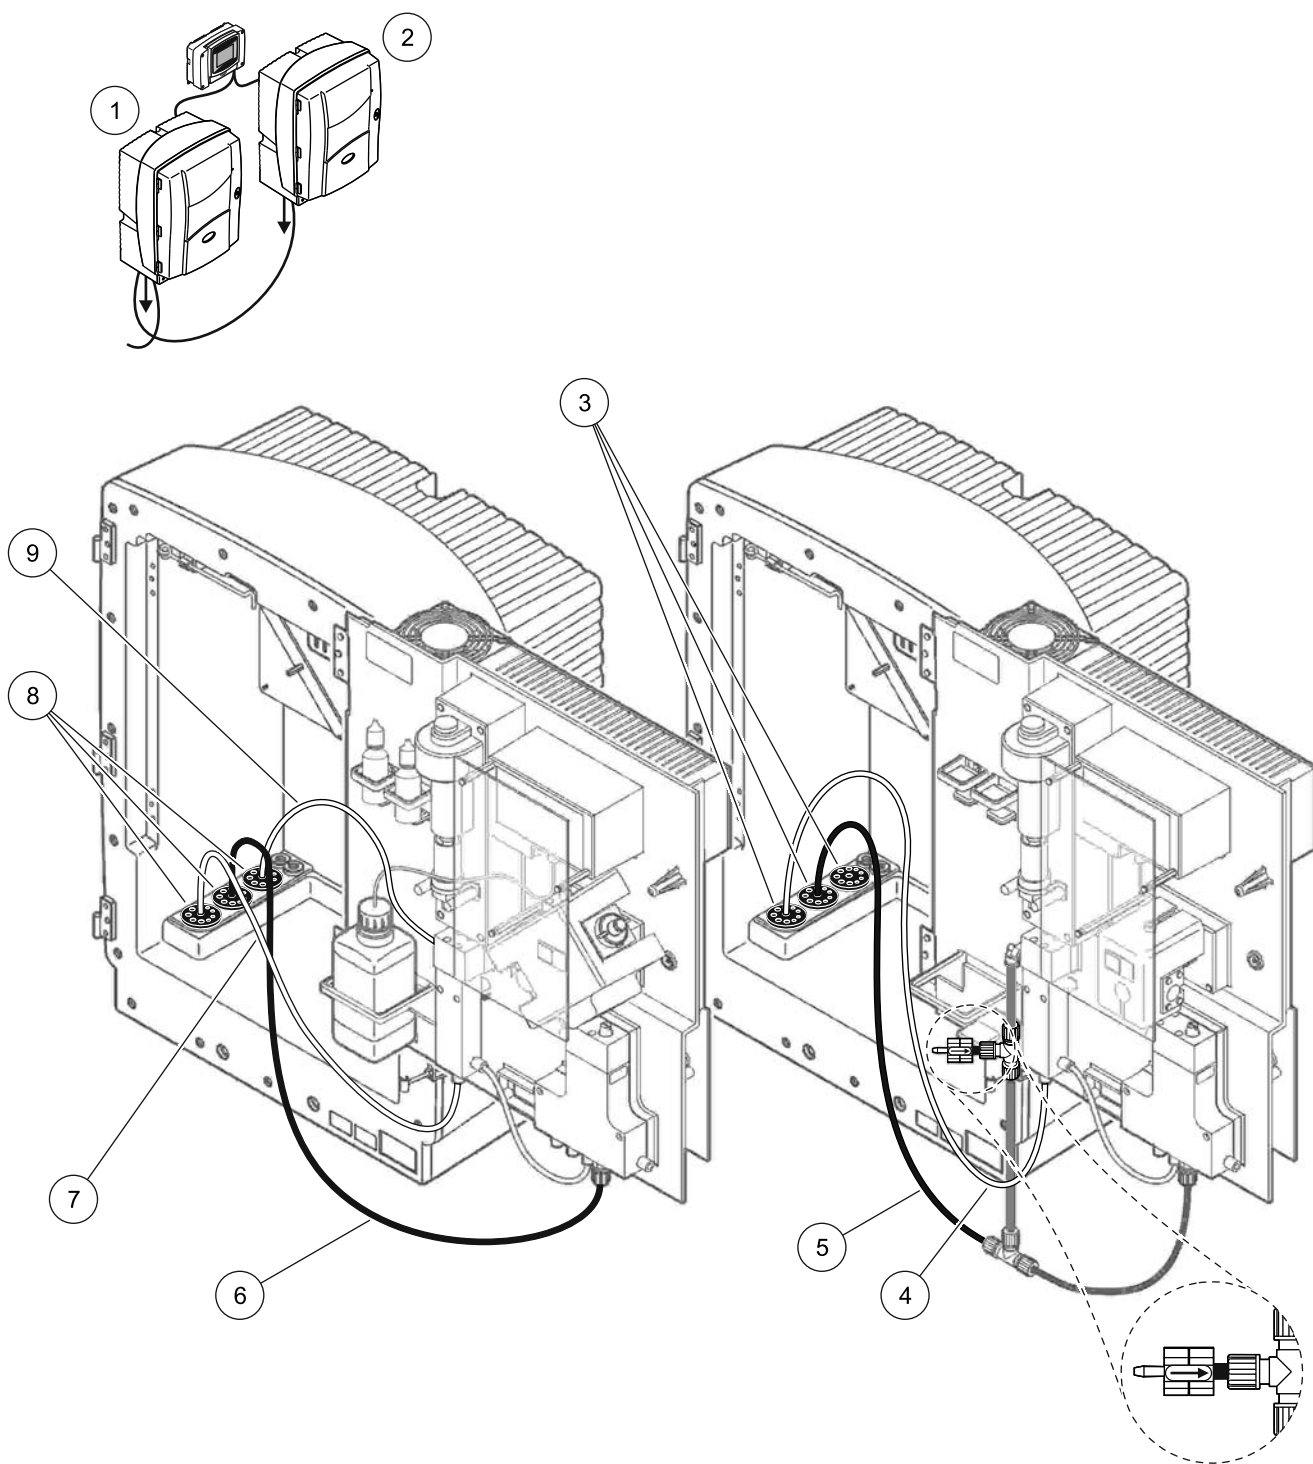

図 41 オプション 10b 設定
109 ページの図 41 およびオプション 10b に関する以下の説明を参照してください：
- a. 試料調製ユニットから分析装置まで試料ラインを通します (109 ページの図 41、アイテム 7)。シールプラグ #3 を使って固定します。